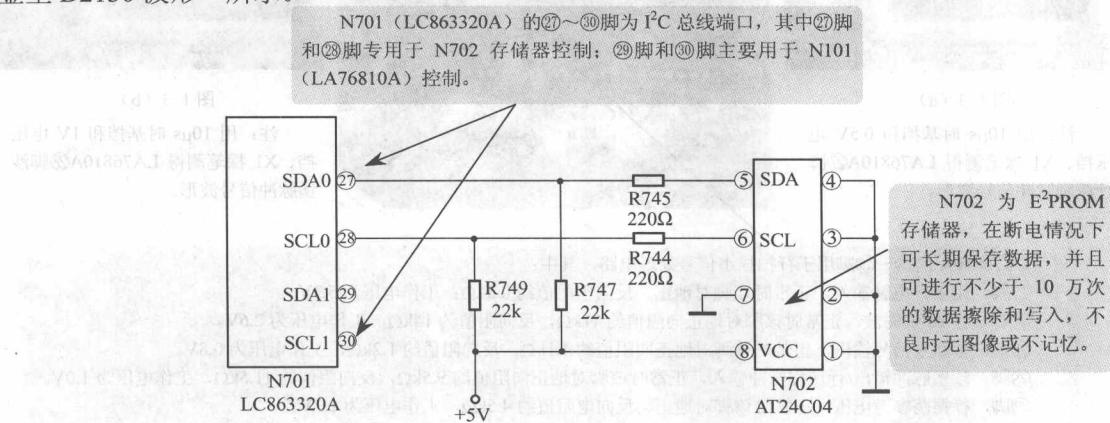
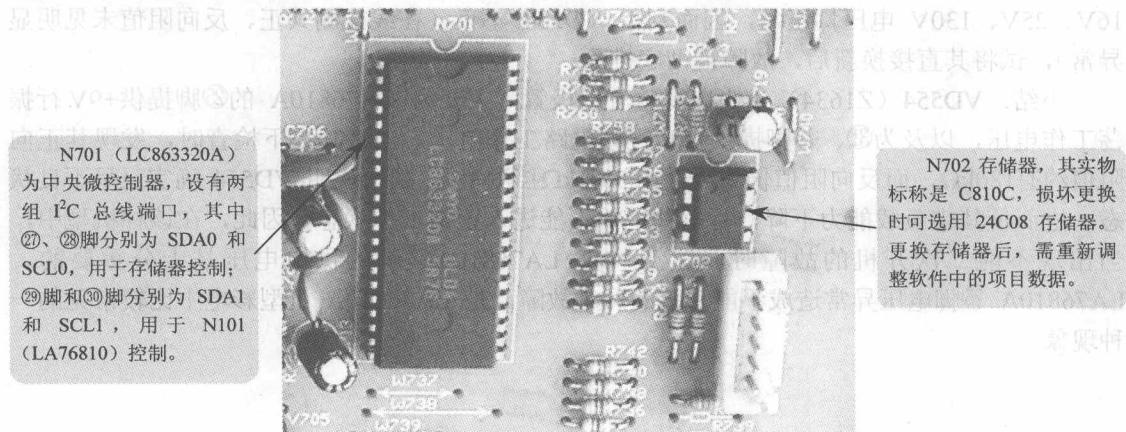

图 1-4 E²PROM 存储器电路原理图
图 1-5 存储器实物图
在检修经验中，不记忆的故障原因是 AFT 信号或识别信号异常或丢失。在该机中，AFT 信号是由 N101 (LA76810A) 的⑩脚输出，并直接送入 N701 (LC863320A) 的⑭脚；SD 识别信号是由 N101 (LA76810A) 的⑫脚输出，并直接送入 N701 (LC863320A) 的⑬脚。经检查，未见异常。但进一步分析认为：由于该机采用了 I²C 总线控制技术，检修时还应注意检查 I²C 总线接口及存储器电路，如图 1-4 所示。其相关引脚波形如光盘中“03 金星 D2130 波形”所示。
如图 1-4 所示中，N702 (TA24C04) 存储器的实物标称为 C81DC，如图 1-5 所示。在正常状态下，I²C 总线端口的信号波形如图 1-6 所示。但经检查均未见异常，因而判断 N702 存储器不良。试用 24C04 代换后进行调控，能够进行自动搜索，频道号也能跳变，说明已能记忆，但搜索完后仍无节目。此时，再检查记忆项，已处于“关”状态，将其转为“开”状态后，当前频道号有节目，但换台时仍无其他频道。